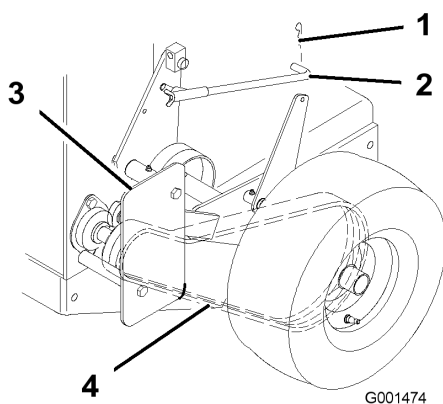

Figure 32
1. Enlevez la goupille fendue qui fixe la tige de frein au bras de frein pour détendre la poulie de tension de la courroie (Figure 32).
2. Enlevez les boulons inférieurs et desserrez les boulons supérieurs du déflecteur pour le faire pivoter et accéder à la courroie (Figure 32).
3. Soulevez la courroie et faites-la passer au-delà de la poulie de tension pour l'enlever de la poulie d'entraînement (Figure 32).
6. Fixez le déflecteur avec les boulons retirés précédemment, serrés au couple correct (Figure 32).
7. Fixez la tige de frein au bras de frein avec la goupille fendue (Figure 32).